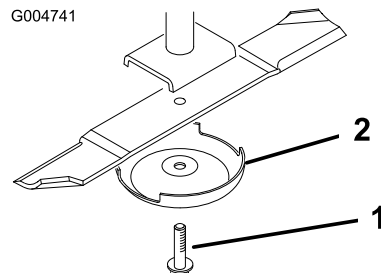

Рисунок 138
4. Возьмитесь за конец ножа, используя ветошь или перчатку на толстой подкладке, отверните болт ножа, снимите защитный колпак и нож с вала шпинделя (Рисунок 138).